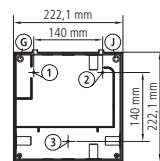
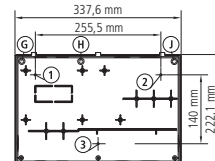

FIG.3a
FIG.3b
- Realizar los 3 taladros para fijación de la caja en los centros indicados 1, 2, 3. (Fig.3a o Fig.3b)
- Acabar de taladrar los agujeros G, H, J con una broca de 4 mm. (Fig.3a o Fig.3b)
- Juntar el frontal con la caja, a través del panel, y apretar los tornillos de 45 mm a través de los taladros D, E, F, G, H, J (Fig.3a o Fig.3b)